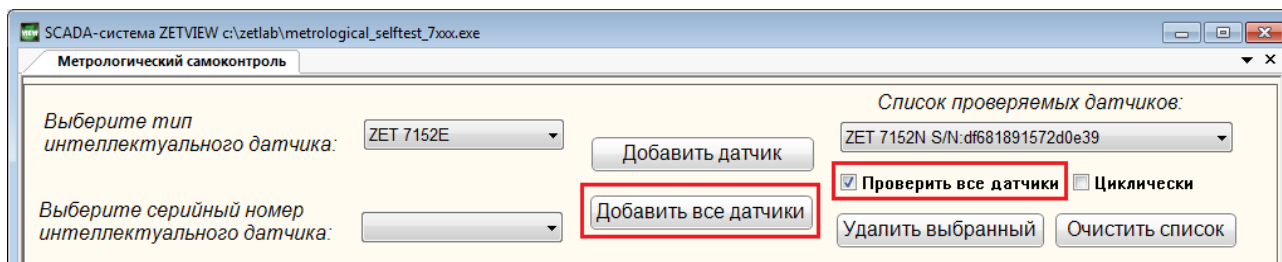

Рис. 6.3 Выбор датчиков для проведения метрологического самоконтроля
3. В программе «Метрологический самоконтроль ZET 7xxx» активировать кнопку «Добавить все датчики», после чего в списке «Список проверяемых датчиков» отобразятся цифровые датчики ZET 7152-N и ZET 71756, входящие в состав сейсмографа ZET 7152-N VER.3. Установить отметку в ячейке «Проверить все датчики» (Рис. 6.3).